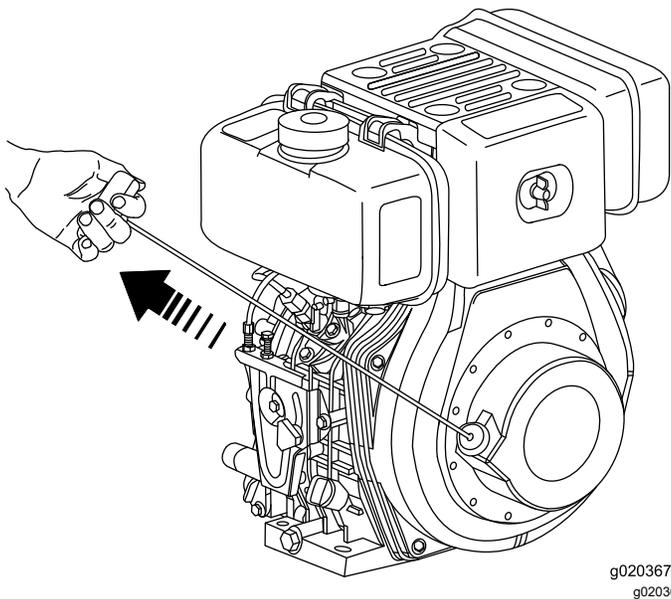

Figure 28
6. Tirez lentement sur le lanceur jusqu'à ce que vous sentiez une résistance, puis tirez-le à fond vivement et régulièrement (Figure 28).